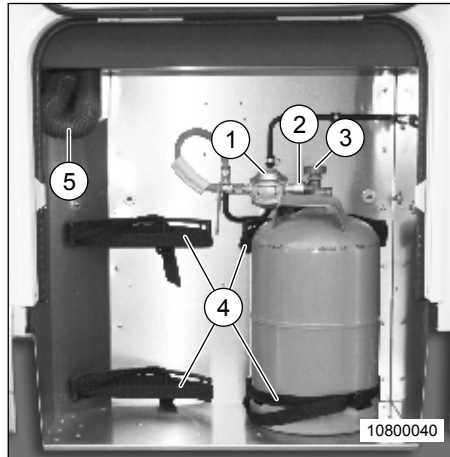

Fig. 87 Bonbonne de gaz
2. Fermer la vanne de sectionnement principale (Fig. 87, pos. 3) sur la bouteille à gaz (respecter le sens des flèches).
3. Desserrer l'écrou moleté (Fig. 87, pos. 2) (filet à gauche).
5. Desserrer les sangles de fixation (Fig. 87, pos. 4) et enlever la bouteille à gaz.
7. Fixer la bouteille à gaz avec les sangles de fixation (Fig. 87, pos. 4)
8. Poser le flexible à gaz sur la bouteille à gaz et serrer la vis moletée (Fig. 87, pos. 2) à la main (filet à gauche).